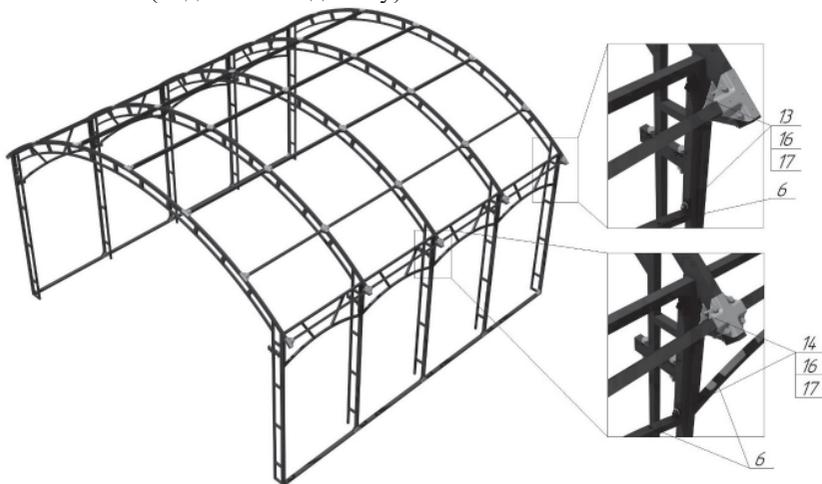

Рисунок 10.
**16.** Установить Декор-соединение **поз.6** с помощью болтов М6х80 **поз.14**, шайб М6 **поз. 16** и гаек М6 **поз.17** (для торцевых арок) и болтов М6х80 **поз.14**, шайб М6 **поз. 16** и гаек М6 **поз.17** (для внутренних арок). Шайбы устанавливаем С ОБЕИХ СТОРОН (под болт и под гайку). См. Рис.10.